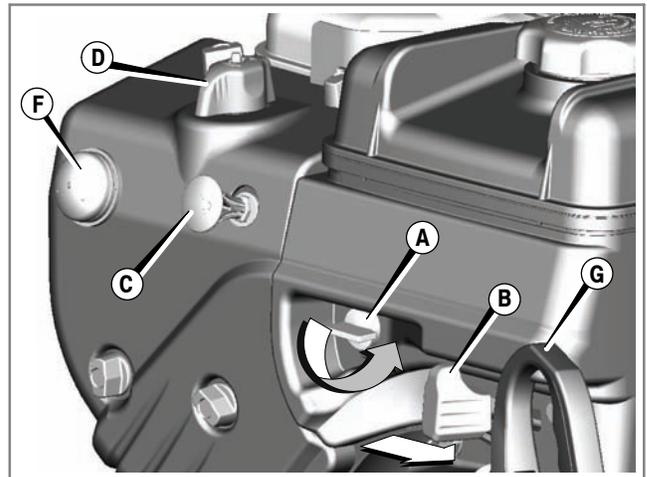

Figure 7
Mettre le levier de commande d'accélérateur (B), si l'appareil en est équipé, sur la position FAST  (Figure 7). Faire toujours fonctionner le moteur avec le levier de commande d'accélérateur sur FAST.
4. Mettre le robinet d'essence (A), s'il existe, sur la position ON (Figure 7).
5. Enfoncer la clé de sécurité (C).
6. Tourner le bouton du starter (D) sur la position  CHOKE.
7. Enfoncer la poire d'amorçage (F) deux fois. Voir Figure 7.
8. **Démarreur par lanceur:** prendre solidement en main la poignée du lanceur (**E**, Figure 7). Tirer lentement sur la corde jusqu'à sentir une résistance, puis tirer rapidement.